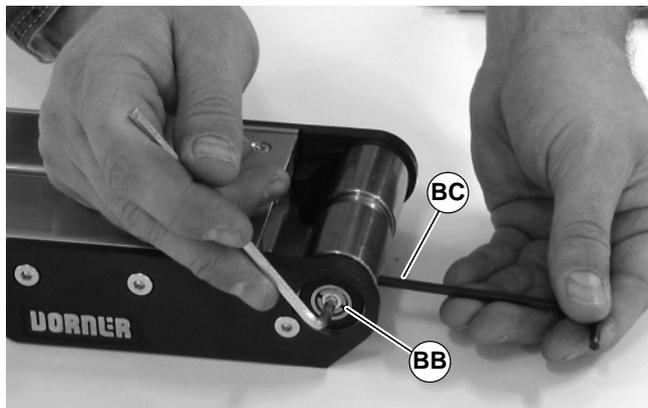

Abbildung 46
3. Zu beiden Seiten der Antriebswelle mit einem 4 mm Innensechskantschlüssel die konische Schraube an der Antriebswelle (BB siehe Abbildung 46) mit 8.5 Nm festziehen. Die Antriebswelle mit dem zweiten Innensechskantschlüssel (BC), der in das Loch an der Antriebswelle eingeführt wird, festhalten.